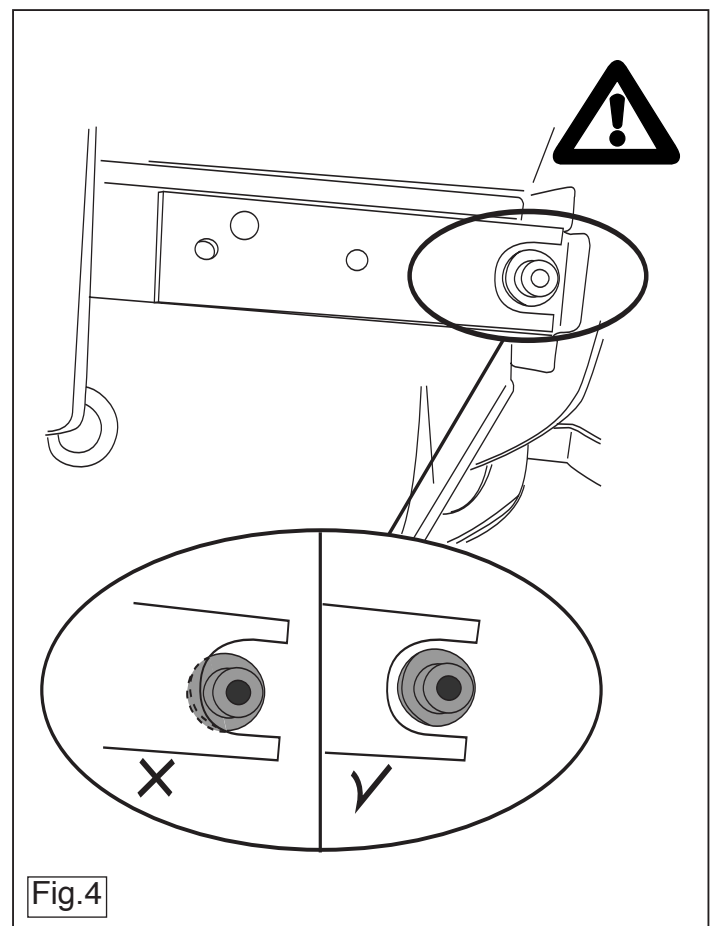

Fig.4
13. Montera dragkroken vid punkterna A och B. (fig. 4).